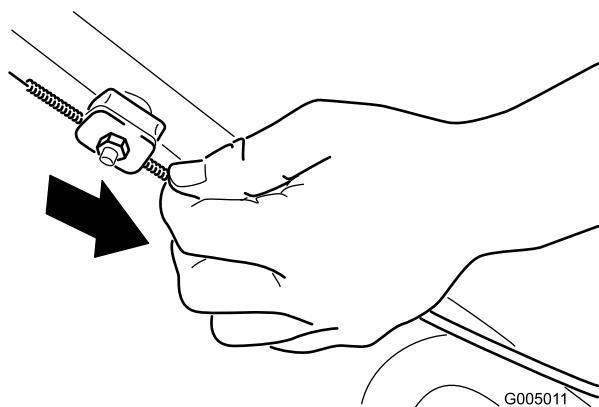

Figura 38
2. Tire hacia abajo de la cubierta del cable (hacia el cortacésped) hasta eliminar la holgura en el cable (Figura 38).